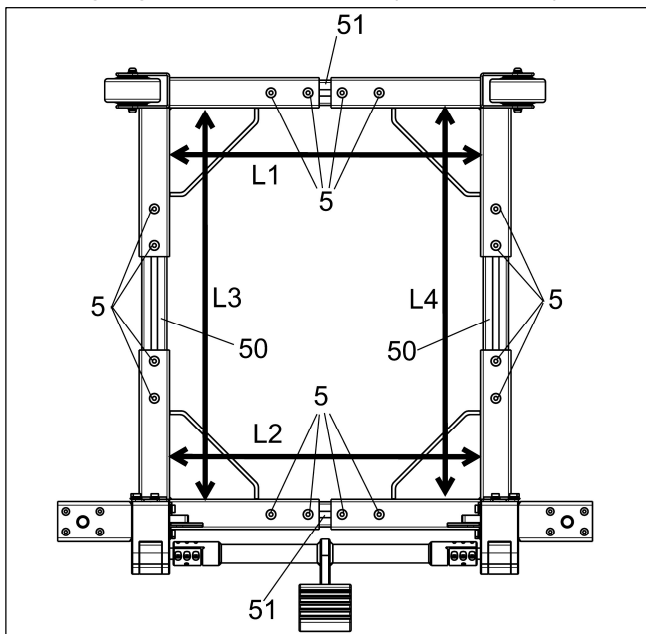

Abb.9
e. Lösen Sie die Verschraubungen "5", ziehen Sie die Quer- und Länsholme, mittig verteilt, so weit aus, dass die Distanz an den Pfeilpositionen ca. 10mm größer ist als die äußere Maschinenbasis. (**beachten Sie bitte hier die zulässigen, maximalen Auszugslängen unter Kapitel 3 / Spezifikationen**) Ziehen Sie dann alle Befestigungselemente "5" fest. (siehe **Abb.9**)
1. Vergewissern Sie sich, dass L1 ungefähr gleich L2 und L3 ungefähr gleich L4 in Abb.9 ist. Ist dies nicht der Fall, wiederholen Sie Schritt e, bis sie gleich sind, um die Rechtwinkligkeit sicherzustellen und Verspannungsfehler zu vermeiden.